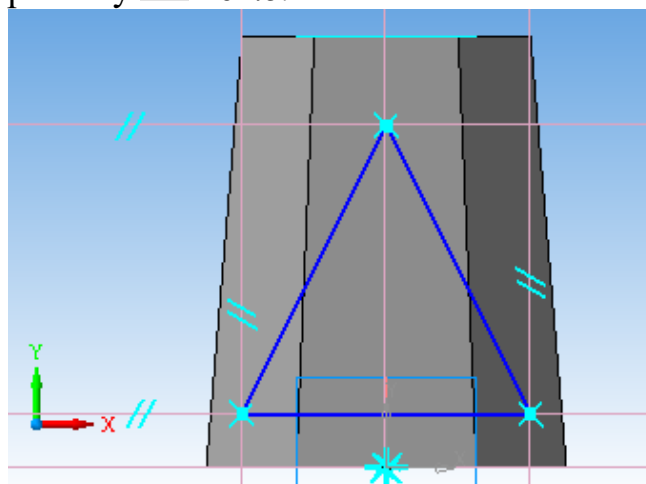

Рис. 6.8
10. В *Дереві побудови* активувати площину XU . Увійти в режим  *Ескіз*. В панелі  *Геометрія* вибрати  *Вертикальна пряма* і провести вертикальну вісь фігури. Вибрати  *Горизонтальна пряма* і провести горизонтальну пряму через точку з координатами $0, 0$. За допомогою команд  *Паралельна пряма* та  *Відрізок* накреслити трикутник на відстані 15 мм від основи піраміди, висотою - 80 мм та довжиною нижньої основи - 80 мм (рис. 6.8). Вийти з режиму  *Ескіз*.